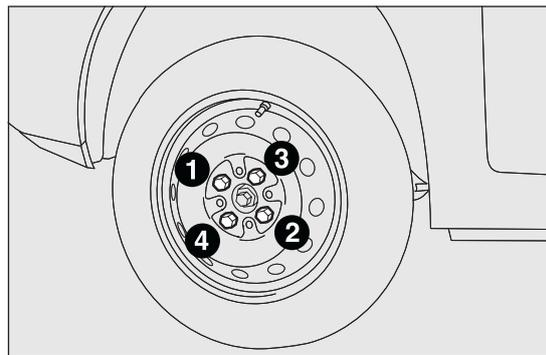

fig. 133
- mediante l'utilizzo della chiave in dotazione, serrare a fondo i bulloni, passando alternativamente da un bullone a quello diametralmente opposto, secondo l'ordine numerico illustrato in fig. 133 .